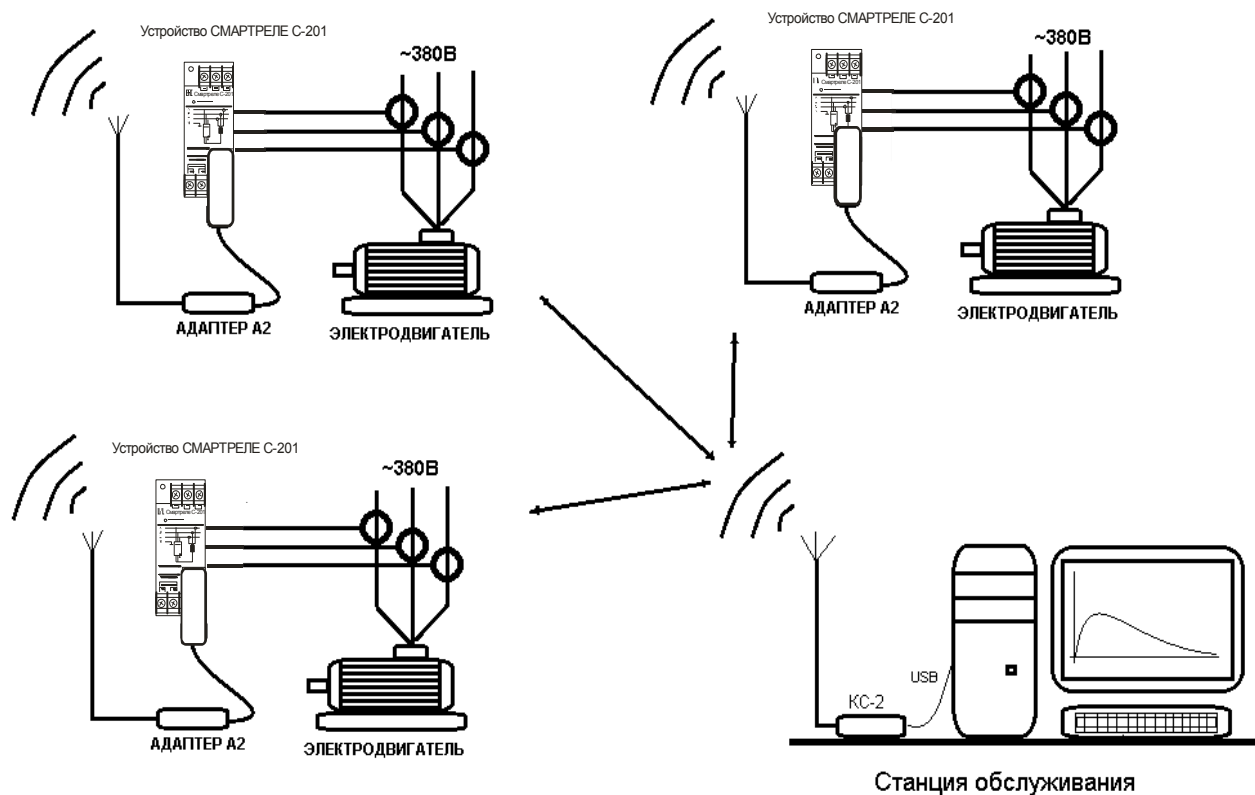

Рисунок 8 – схема организации связи в сети беспроводного доступа
4.9 Соединение устройства с ПК может быть выполнено посредством аппаратных средств беспроводной сети (рис.8).